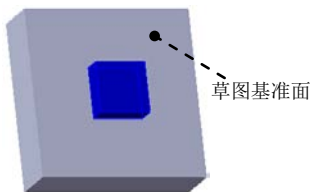
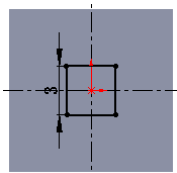

图 10.5 凸台—拉伸 2
图 10.6 横断面草图
(3) 定义拉伸深度属性。
① 定义深度方向。采用系统默认的深度方向。
② 定义深度类型和深度值。在“凸台—拉伸”对话框的 **方向 1** 区域的下拉列表中选择 **给定深度** 选项, 在 $D1$ 文本框中输入深度值 3.0。
(4) 单击 按钮, 完成凸台—拉伸 1 的创作。
Step3. 创建图 10.5 所示的零件基础特征——凸台—拉伸 2。
(1) 选择命令。选择下拉菜单 **插入(I)** → **凸台/基体(B)** → **拉伸(E)...** 命令(或单击“特征(F)”工具栏中的 按钮)。
(2) 定义特征的横断面草图。选取图 10.5 所示的模型表面作为草图基准面, 绘制图 10.6 所示的横断面草图。